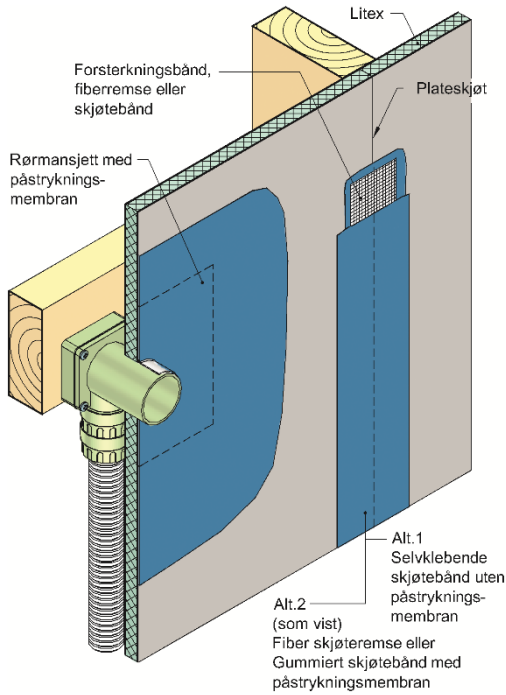

Fig. 2
- Alternativ 1, Litex Selvklebende Skjøtebånd benyttes over veggskjøter, vegg hjørner og skruefester uten bruk av påstrykningsmembran, se fig. 2.
- Alternativ 2, alle plateskjøter og skruefester dekkes med Litex Skjøtebånd, gummiert eller fiber, i kombinasjon med en påstrykningsmembran oppgitt i tabell 4. Påstrykningsmembranen skal dekke forsterkningsbåndet i en bredde som er bredere enn båndets bredde, se fig. 2.
Litex Rørmansjetter limes fast til underlaget med Litex Monteringslim. Deretter dekkes mansjettene med en påstrykningsmembran oppgitt i tabell 4, i en bredde som er bredere enn selve mansjettene, se fig 2.